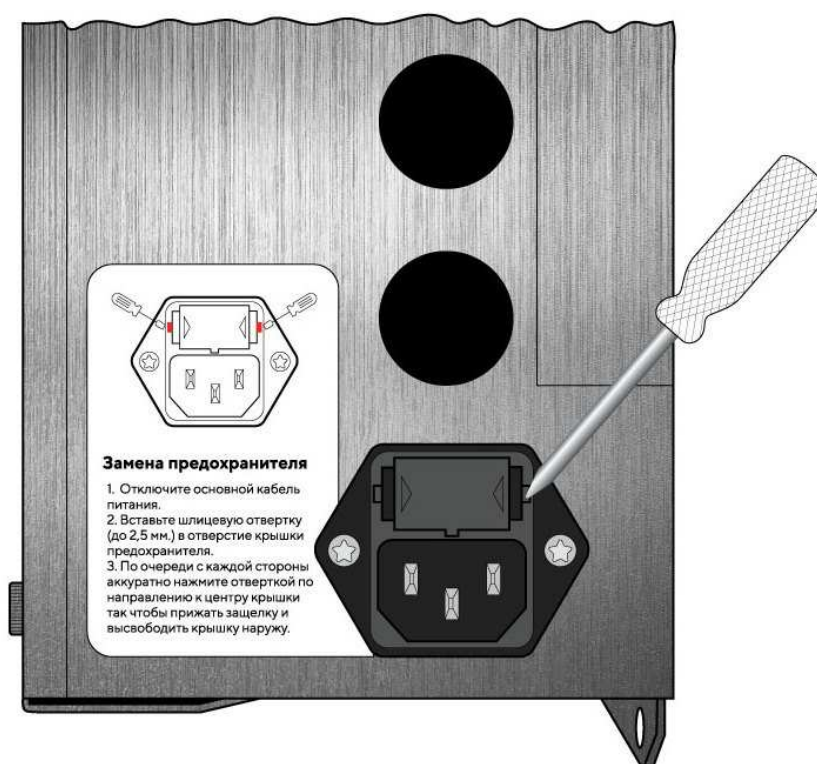

Рис. 3. Правильный способ открывания отсека для предохранителей.
2. Откройте отсек для предохранителей с помощью небольшой плоской отвертки (не более 2,5 мм). Для этого вставьте жало отвертки в небольшое отверстие рядом с отсеком для предохранителей (см. Рисунок 3).